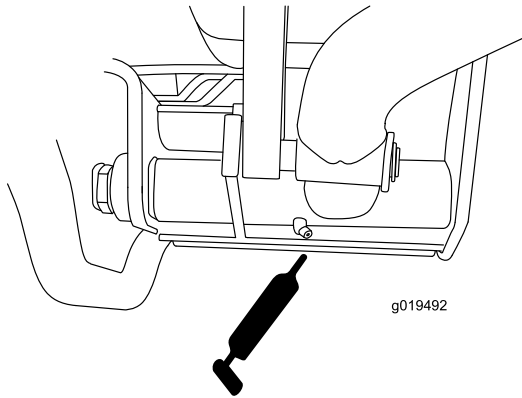

Bild 42
- Hintere Hubarm-Drehbüchsen (2) (Bild 42)